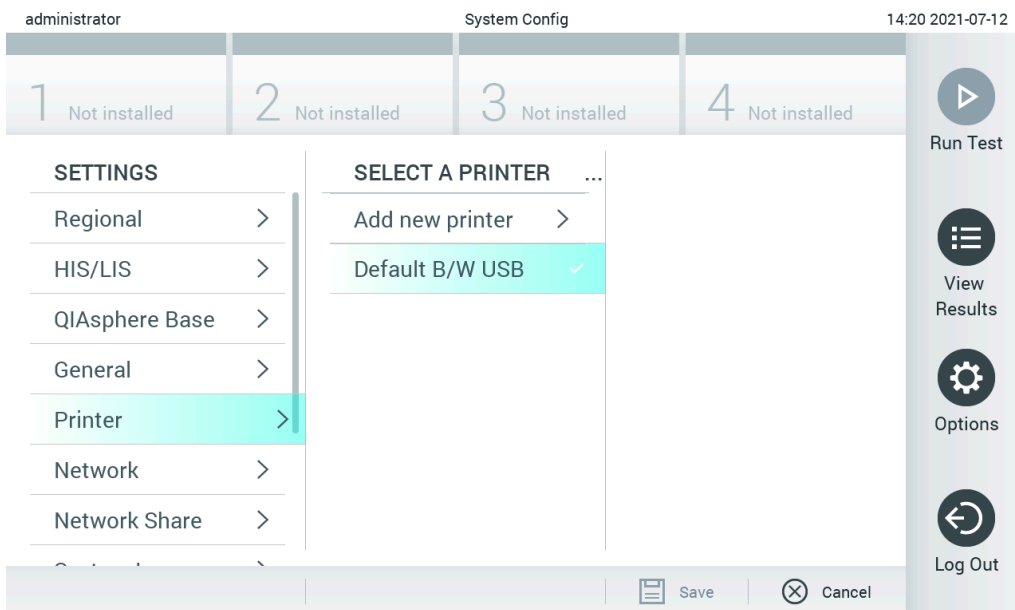

図 99.デフォルトドライバーを使用したプリンターのインストール
2. Default B/W USB という名称のデフォルトプリンターを選択します (図 99)